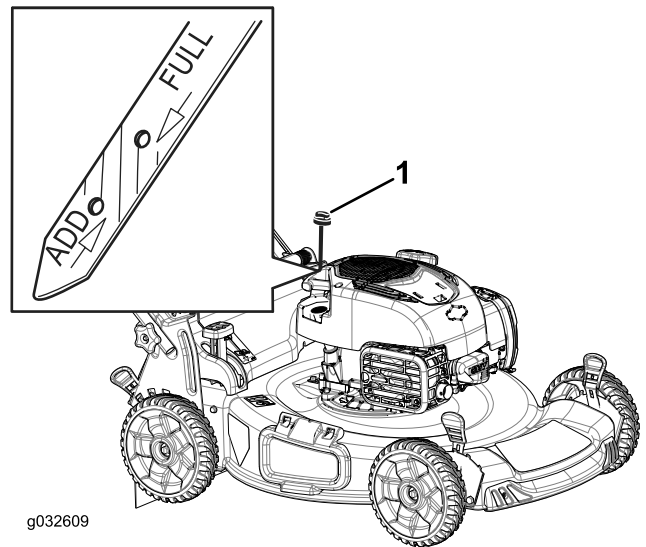

Figura 9
1. Retire la varilla (Figura 9).
2. Vierta aceite lentamente por el tubo de llenado hasta que el nivel de aceite llegue a la marca Lleno de la varilla (Figura 9). **No llene demasiado.**